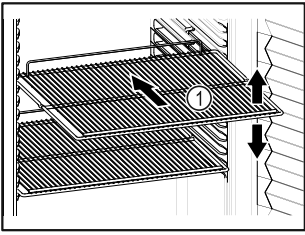

Fig. 20 Приблизне відображення
- Якщо решітки для зберігання Fig. 20 (1) знімні, відрегулювати по висоті.